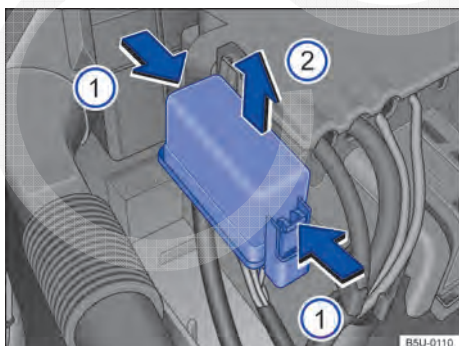

Fig. 163 No compartimento do motor: cobertura da caixa de fusíveis.
- Pressionar as travas no sentido da seta → Fig. 163 , para destravar a cobertura da caixa de fusíveis.